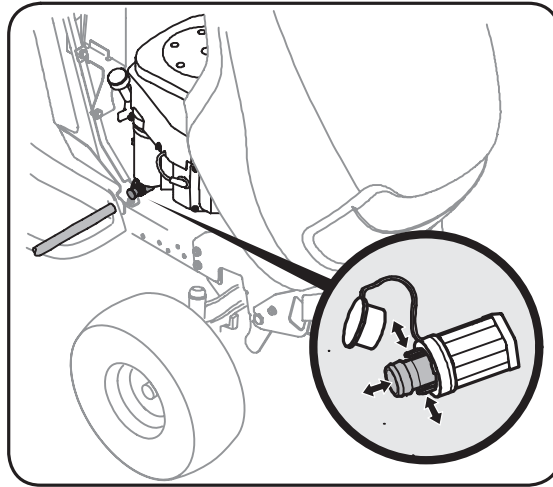

Figure 6-1
1. Soulevez le capuchon de protection à l'extrémité de la soupape de vidange de l'huile pour exposer l'orifice de vidange. Voir la Figure 6-1.
4. Pincez les languettes sur la soupape de vidange d'huile, puis tirez pour commencer à vidanger l'huile. Voir la Figure 6-1